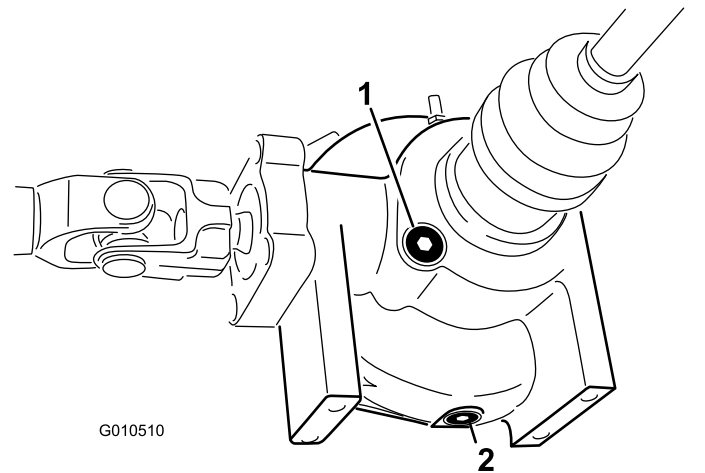

Figura 43
- Limpie la zona alrededor del tapón de llenado/verificación en el lado del diferencial (Figura 43).
4. Limpie la zona alrededor del tapón de vaciado en el lateral del diferencial (Figura 43).